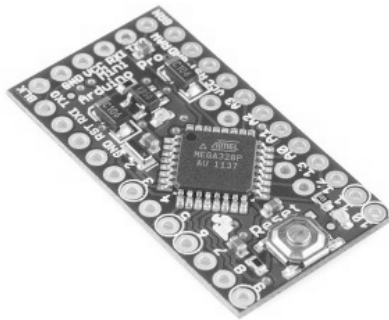

**Figura 1.32**
**Arduino Fio** (Figura 1.32) es una placa desarrollada por Shigeru Kobayashi (basándose en el diseño original de la placa LilyPad) y especialmente diseñada para aplicaciones inalámbricas. Para programarla es necesario un cable FTDI o una FTDI Basic *breakout*. También se puede reprogramar de forma inalámbrica mediante un adaptador de USB a Xbee.